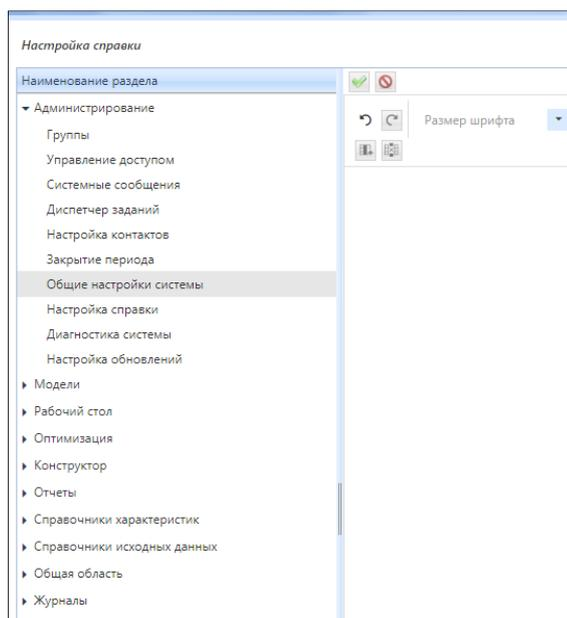

Рисунок 4.1.34 – Настройка справки для подраздела «Общие настройки системы»
1. в колонке «Наименование раздела» таблицы (расположенной в левой части интерфейса) выберите из списка необходимый модуль/подраздел (выбранный элемент подсветится серым цветом) (рис. 4.1.34). Например: необходимо настроить справку по эксплуатации подраздела «Общие настройки системы»;